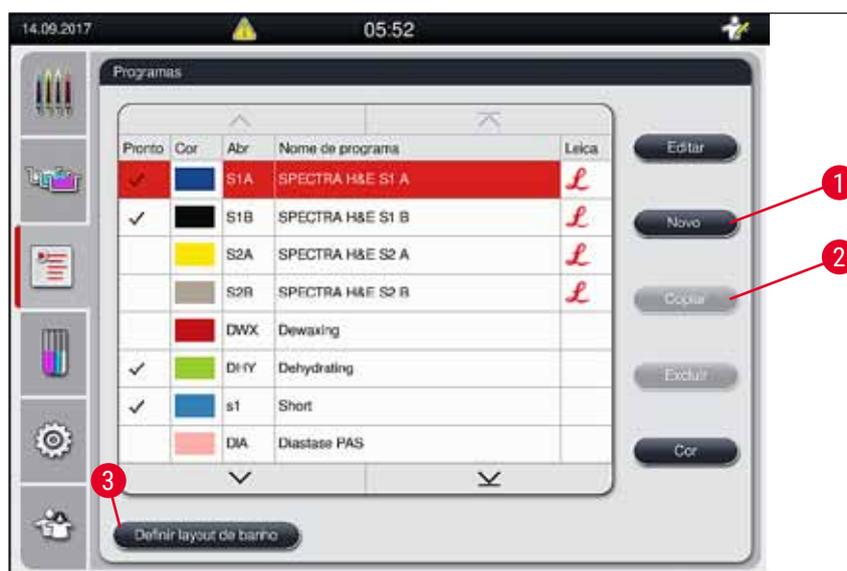

Fig. 44
- Selecione o programa a ser copiado da lista visualizada (→ "Fig. 44") tocando e pressionando o botão **Copiar** (→ "Fig. 44-2").